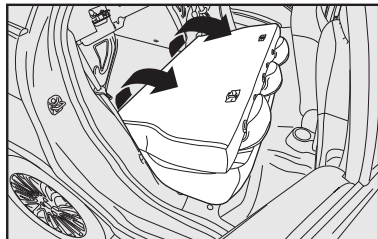

fig. 85
**4)** Rebater para a frente o encosto, passando os cintos pelos lados, até que este se apoie sobre o assento traseiro **fig. 85**.